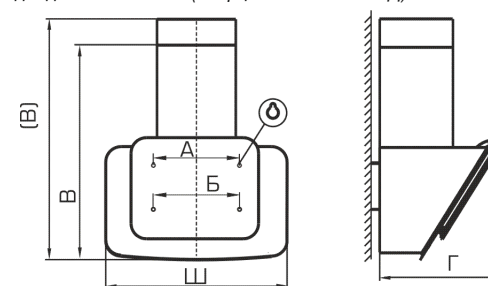

рис. 2
- вверните два самонарезающих винта 6x50 мм (размер А, рис. 2);
- навесьте вытяжку через отверстия типа «замочная скважина» и дополнительно закрепите ее двумя самонарезающими винтами 6x50 мм (размер Б, рис. 2).